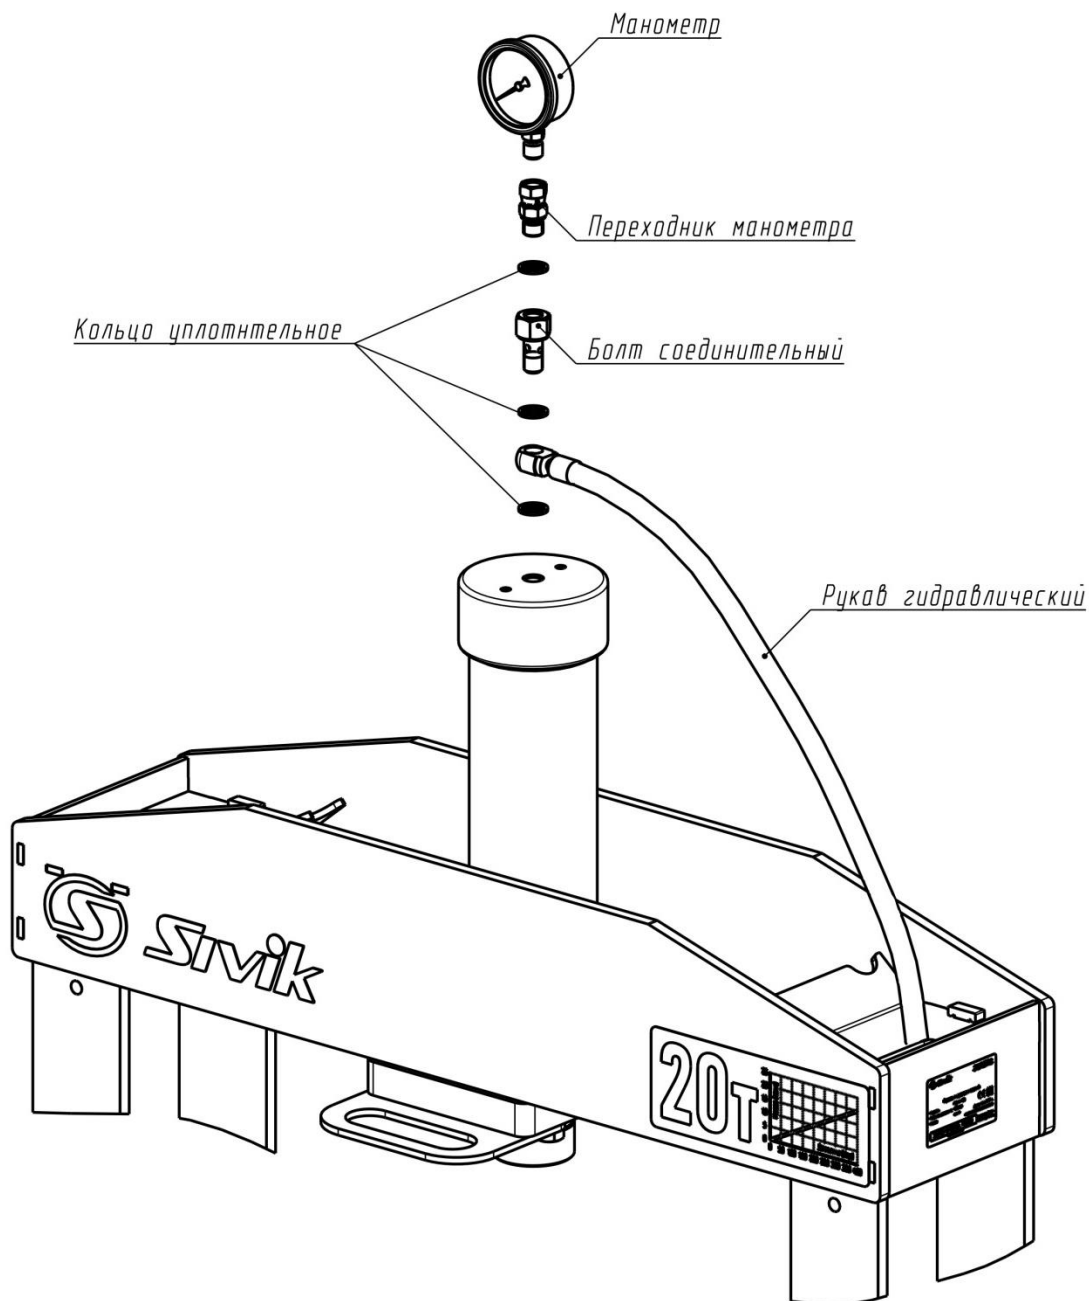

Рисунок 4
4.5 Снимите защитный колпачок с верхней части гидроцилиндра, и согласно схемы (Рис.4) сначала с помощью соединительного болта закрепите рукав на гидроцилиндре ключом на 22, затем установите переходник ключом на 17, и ключом на 14 закрепите манометр, шкалой к оператору.